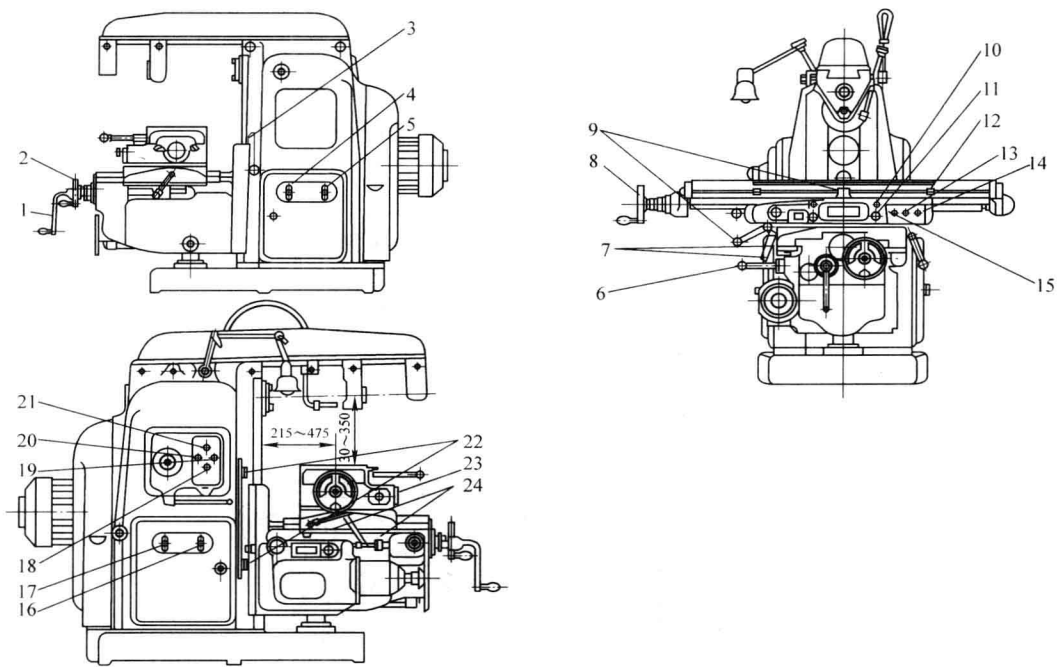
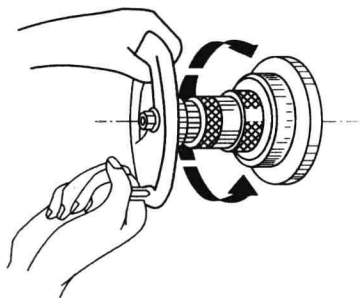
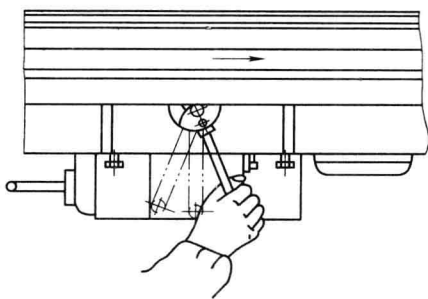
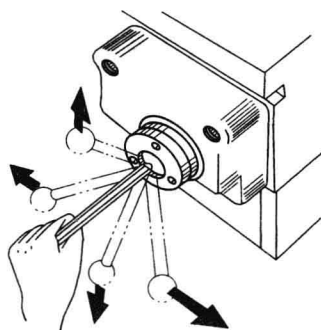

图 1-4 X6132 型卧式铣床操纵位置图
图 1-7 纵向手动进给姿势
图 1-8 工作台纵向机动进给操作
图 1-9 工作台横向、垂向机动进给操作
铣床的型号很多，本任务以图 1-4 所示的 X6132 型卧式铣床为例，介绍其操作位置及操作方法。
(1) 纵向手动进给 工作台纵向手动进给手柄 8 在工作台的左端，如图 1-4 所示。手动进给时，将手柄与纵向丝杠接通，右手握手柄并略加力向里推，左手扶轮子作旋转摇动，如图 1-7 所示。摇动时，速度要均匀适当。顺时针摇动手柄，工作台向右移动作进给运动；反之则向左移动。纵向刻度盘圆周刻线共 120 格，每摇一转，工作台移动 6mm ，每摇过一格，工作台移动 0.05mm 。
(2) 横向手动进给 工作台横向手动进给手柄 2 在垂向工作台前面，如图 1-4 所示。手动进给时，将手柄与横向丝杠接通，右手握手柄，左手扶轮子作旋转摇动。顺时针方向摇动手柄，工作台向前移动；反之则向后移动。每摇一转，工作台移动 6mm ，每摇过一格，工作台移动 0.05mm 。
(3) 垂向手动进给 工作台垂向手动进给手柄 1 在垂向工作台前面左侧，如图 1-4 所示。手动进给时，将手柄离合
(1) 纵向机动进给 工作台纵向机动进给手柄 9（图 1-4）为复式手柄，共有三个位置，即向右、向左及停止，如图 1-8 所示。手柄向右扳动，工作台向右进给；手柄的中间位置为工作台的停止位置；手柄向左扳动，工作台向左进给。
(2) 横向、垂向机动进给 工作台横向及垂向机动进给手柄 6（图 1-4）为复式手柄，共有五个位置，即向上、向下、向前、向后及停止。手柄向上扳，工作台向上进给，反之则向下；手柄向前（操作者面对方向）扳，工作台向里进给，反之则向外；手柄处于中间位置时，进给停止，如图 1-9 所示。